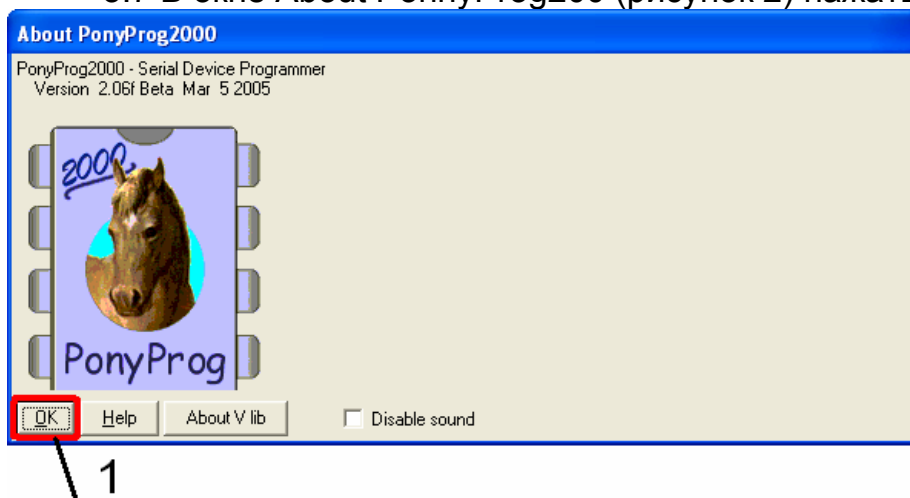

Рис. 2 – Окно About PonnyProg2000.
3.7 В окне About PonnyProg200 (рисунок 2) нажать OK (позиция 1).